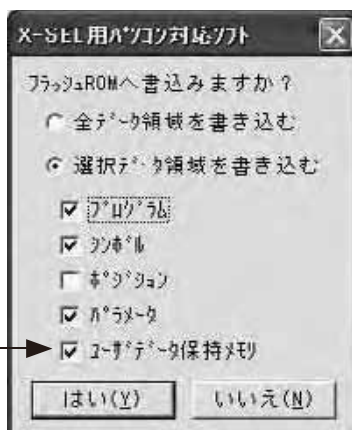

図 3.32 確認 (X-SEL-P/Q、SSEL、ASEL、PSEL)
メイン画面左側のツリービュー（図 3.32、3.33）に表示されているアイテムをマウスでダブルクリックすることにより、オンラインモード時のデータ編集ウィンドウ表示操作を簡潔に行うことができます。メニューの表示 (V) → ツリー表示 (T) で表示を ON/OFF することができます。